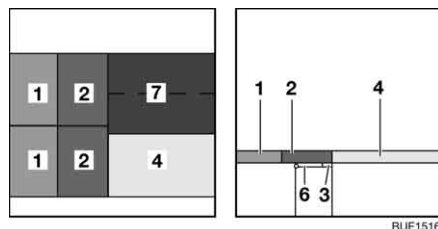

Fig. 140 Dopo la trasformazione
- Posizionare i cuscini del divano (Fig. 140,2) sui coperchi aperti della cassapanca.
- Aprire il cuscino aggiuntivo (Fig. 140,7) e appoggiarlo sul tavolo davanti al cuscino del divano (Fig. 140,4).